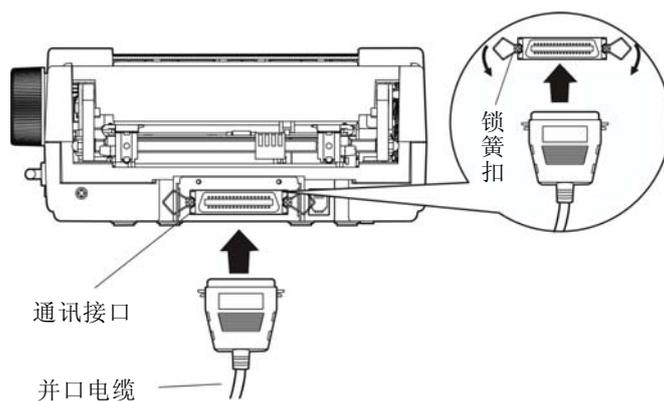

图 1-10 连接并行接口电缆
- (1) 关闭计算机和打印机的电源开关。将并口电缆插头连接到打印机的并行接口。扣上连接器两侧的锁簧扣，固定并口电缆（如图 1-10 所示）。
- (2) 将并口电缆的另一端插入计算机的并行接口，拧紧两侧的螺丝，固定并口电缆。